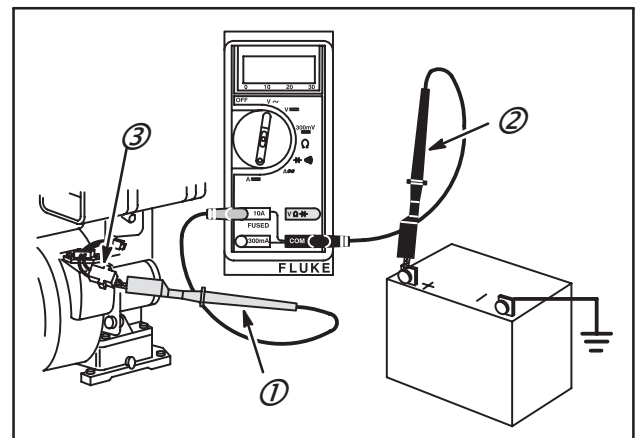

Fig. 29
4. Fixer le cordon ROUGE (1) du contrôleur à une broche du fil de charge d'alternateur (3, fil ROUGE), Fig. 29.
5. Fixer la pince du fil NOIR (2) du contrôleur à la borne positive (+) de la batterie.